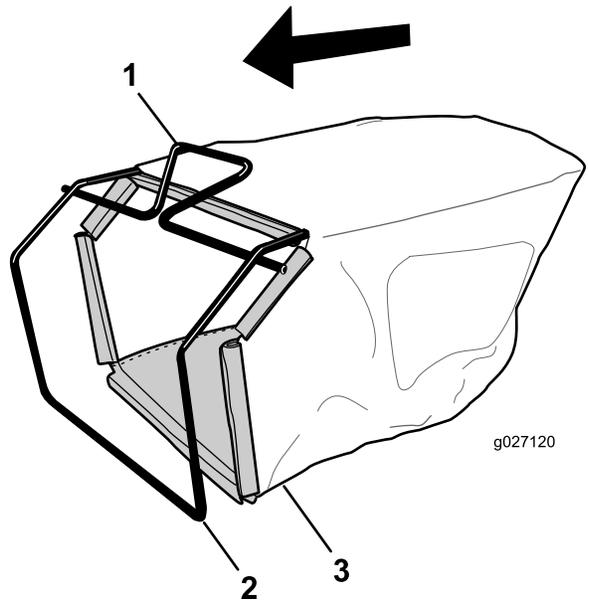

Figura 9
1. Infilate il cesto di raccolta sopra il telaio come illustrato in Figura 9.
**Nota:** Non infilate il cesto sopra la stegola (Figura 9).